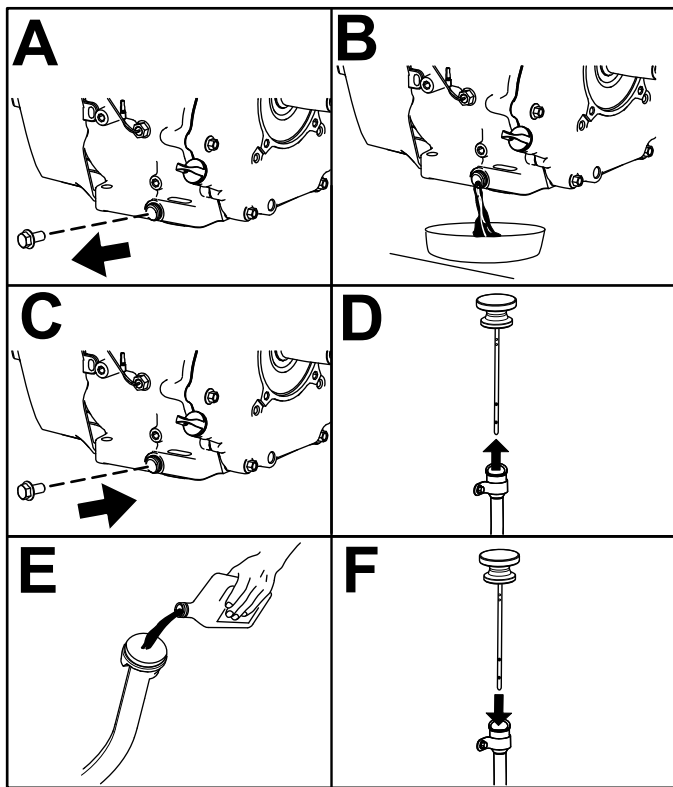

Bild 39
6. Wechseln Sie das Motoröl, wie in Bild 39 abgebildet.